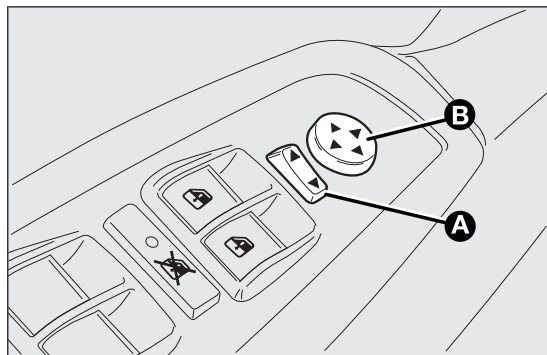

fig. 23
- ☐ à l'aide du sélecteur A fig. 23, sélectionner le rétroviseur (gauche ou droit) sur lequel effectuer le réglage ;